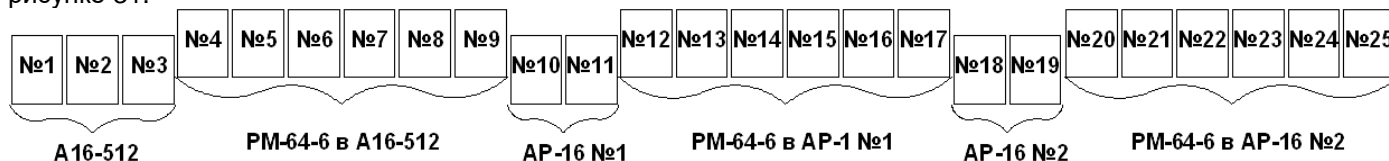

Рисунок 31 – Распределение номеров реле в ППК «А16-512» при подключении модулей РМ-64 и АР-16
– реле на модуле РМ-64-6 подключенном к модулю расширения АР-16 (адрес 1) **всегда** будут иметь номера 12, 13, 14, 15, 16, 17 и т.д. в соответствии с выше приведенной схемой, рисунок 31.